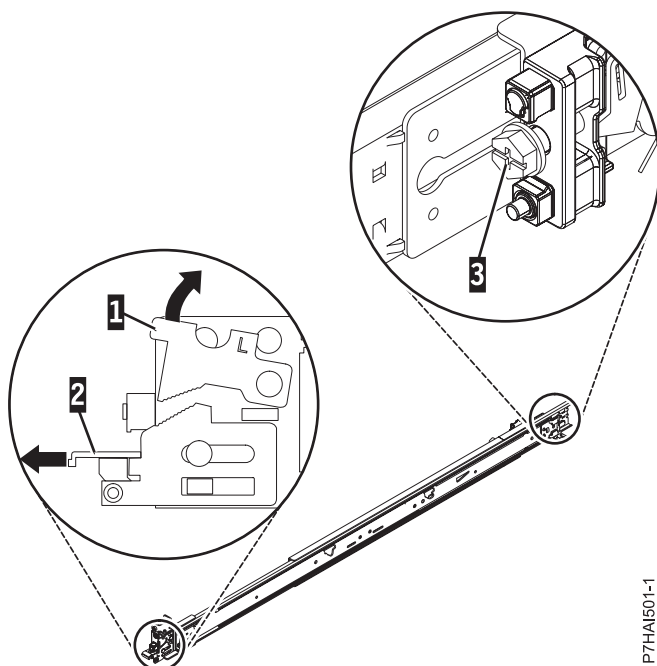

Figura 3. Apertura del pestillo frontal y extracción del tornillo posterior
2. Presione la pestaña de bloqueo frontal (1) y tire del pestillo frontal (2) en la parte frontal del riel. A continuación, quite el tornillo de la parte posterior del riel (3), tal como muestra la Figura 3 en la página 6.